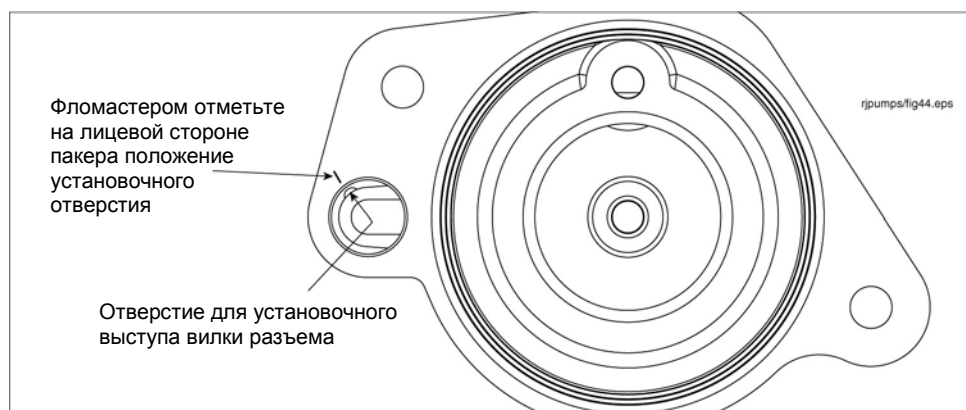

Рисунок 34. Установочное отверстие вилки разъема в основании гнезда
6. Фломастером отметьте на лицевой стороне пакера положение установочного отверстия (см. рисунок 34).
11. Штырь фиксатора в задней части разъема должен попасть в фиксирующее отверстие в основании гнезда вилки разъема (см. рисунок 34) для правильной ориентации разъема относительно розетки разъема.